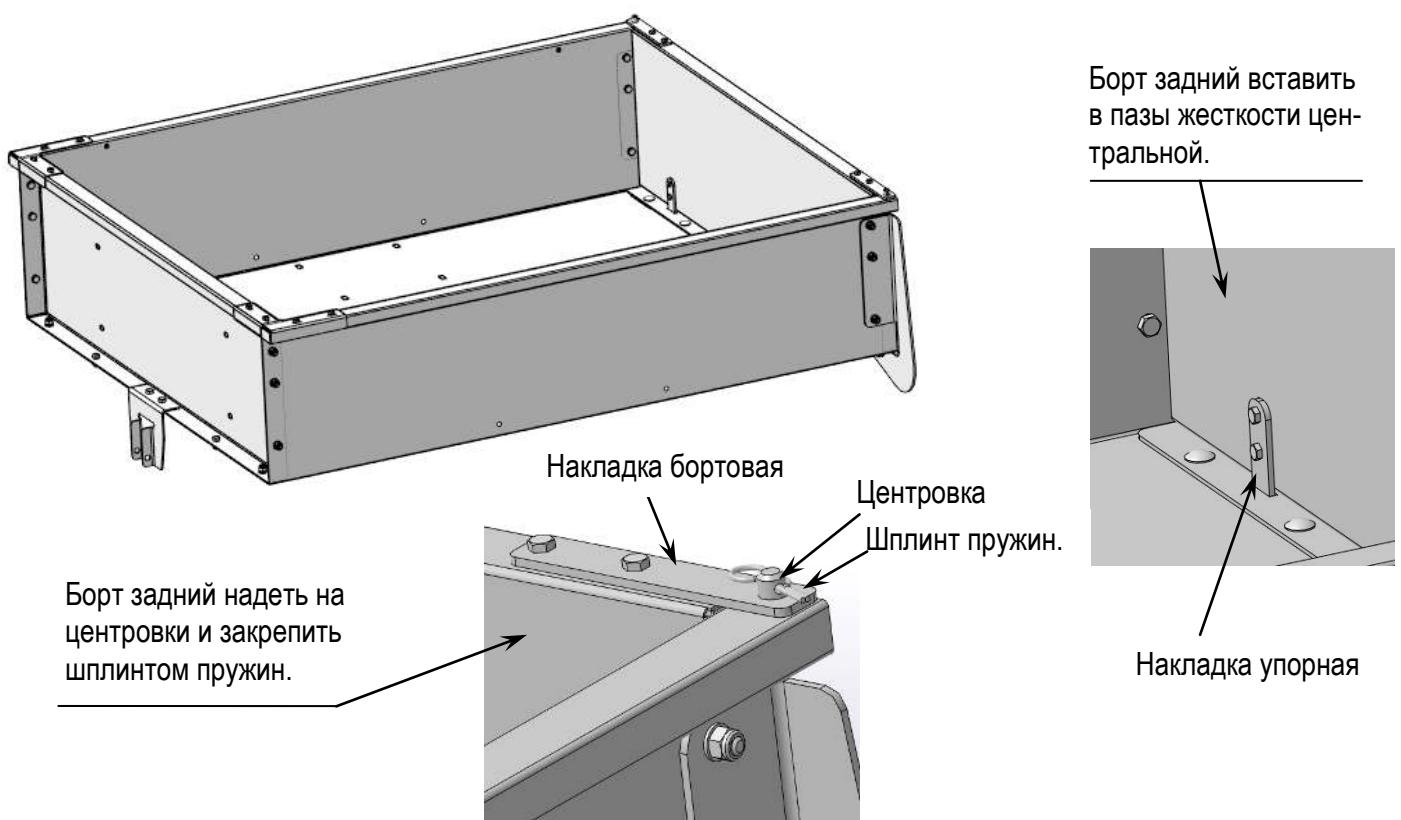

**Рис.4 Схема сборки кузова.**
2. Собрать кузов – Рис.3; Рис.4; Рис.5; Рис.6.